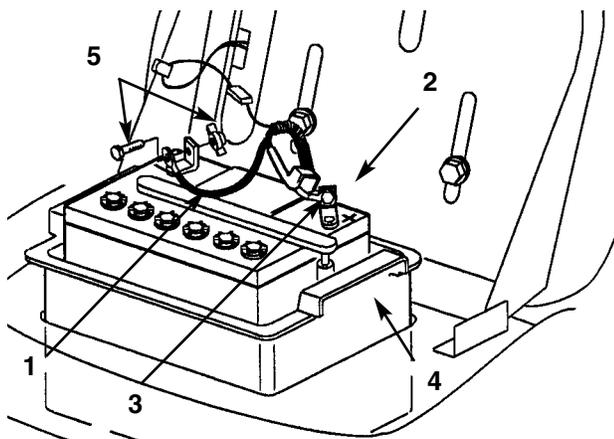

Bild 19
1. An beiden Seiten ihrer Unterseite hat die Birne Metallstifte. Diese mit den Auskerbungen in der Birnenfassung abstimmen und die Birne in die Fassung eindrücken (Bild 19). Die Birne unter Druck im Uhrzeigersinn bis zum Anschlag drehen.
3. Das Minus (-)-Kabel (schwarz) vom Batteriepol abklemmen (Bild 19).
4. Die Gummikappe vom Plus (+)-Pol entfernen. Das Plus (+)-Kabel (rot) vom Batteriepol abklemmen (Bild 19).
3. Das Plus (+)-Kabel (rot) mit Schraube und Flügelmutter am Plus (+)-Pol der Batterie anklemmen (Bild 19). Die Gummikappe über den Batteriepol stülpen.
4. Das Minus (-)-Kabel (schwarz) mit Schraube und Flügelmutter am Minus (-)-Pol der Batterie anklemmen (Bild 19).